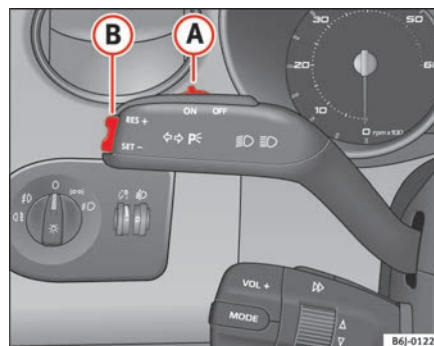

Fig. 105 Leva degli indicatori di direzione e degli abbaglianti: l'interruttore e il tasto di comando del regolatore di velocità
- Premere la parte superiore del tasto **RES** ⇒ fig. 105 **B** per aumentare la velocità. La velocità sale finché si tiene premuto il tasto. Il sistema memorizza come parametro di riferimento la velocità raggiunta nel momento in cui si lascia andare il tasto.
Se si riduce la velocità schiacciando il pedale del freno, il regolatore si disattiva. Per riattivare il regolatore di velocità si deve premere una volta sulla parte superiore del tasto **RES+** ⇒ pag. 157, fig. 105 **(B)**.